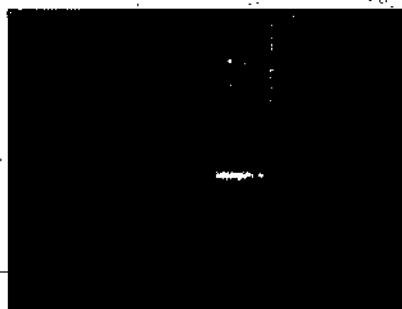

Рисунок 5 – Фиксатор, блокирующий подвижную часть имитатора в положении работа
4.1.6 Имитатор оснащен фиксатором, см. Рисунок 5, блокирующим подвижные части имитатора и препятствующим движению, это необходимо для подготовки пациента к сеансу лечения и выполнения фиксации.